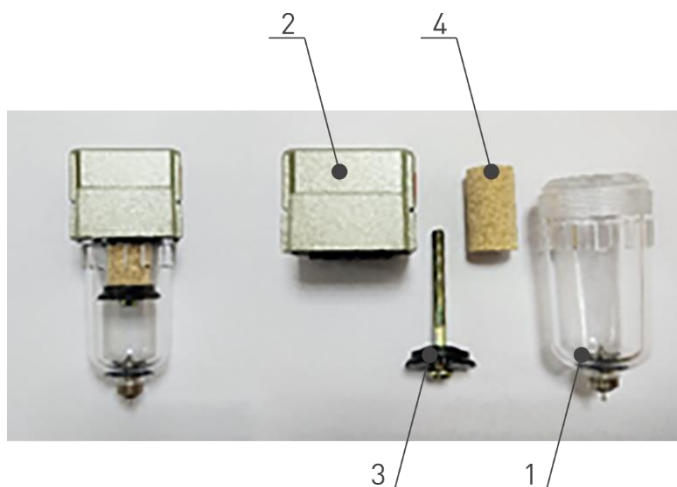

Рисунок 10 – Внешний вид и устройство фильтров блока создания разрежения.
- стакан фильтра (поз. 1, рис. 10);
- корпус фильтра (поз. 2, рис. 10);